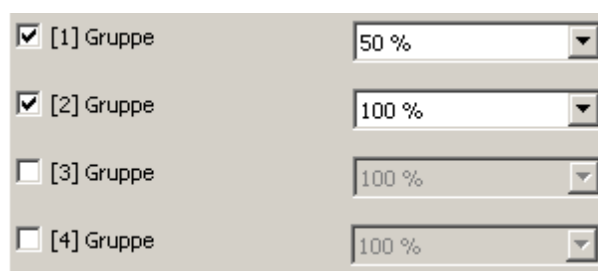

Bild 56: Beispiel einer Gruppenzuordnung eines Effekt-Schritts
Einem Effekt-Schritt lassen sich ohne Einschränkungen alle angelegten Gruppen und Einzelgeräte zuordnen. Zudem ist eine Zuordnung angelegter Szenen möglich. Jede Gruppe, jedes Einzelgerät und jede Szene kann unabhängig zugewiesen werden, indem das Auswahlkästchen vor dem Gruppen- oder Einzelgerätenamen oder vor dem Szenennamen in der Konfiguration der Effekt-Schritte aktiviert wird (Bild 56). Gruppen, Einzelgeräte und Szenen, deren Auswahlkästchen nicht aktiviert sind, sind dem Effekt-Schritt nicht zugeordnet. Alle nicht angelegten Gruppen, Einzelgeräte oder Szenen des DALI-Gateways sind grau ausgeblendet und somit nicht editierbar.
- Im Parameterknoten "Effekte -> [x] Effektname -> [y] Schritt" ( $x = 1 \dots 16$  /  $y = 1 \dots 15$ ) für jede zugeordnete DALI-Gruppe, für jedes zugeordnete Einzelgerät und für jede zugeordnete Szene den erforderlichen Helligkeitswert vorgeben (Bild 56).